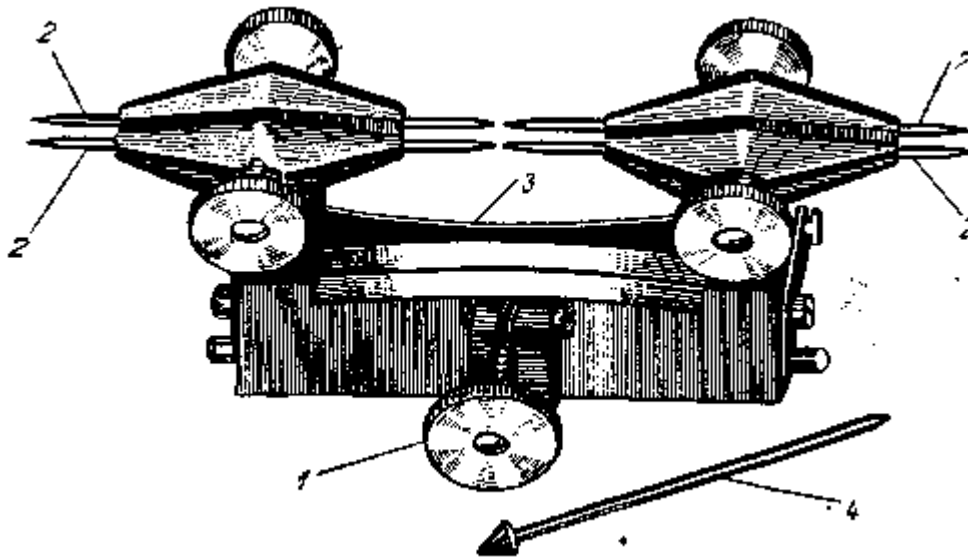

Рис. 84. Ангренаж-машина:
1. Ангренаж-машину (рис. 84). Баланс устанавливается в ан-гренаж-машине на цапфах.